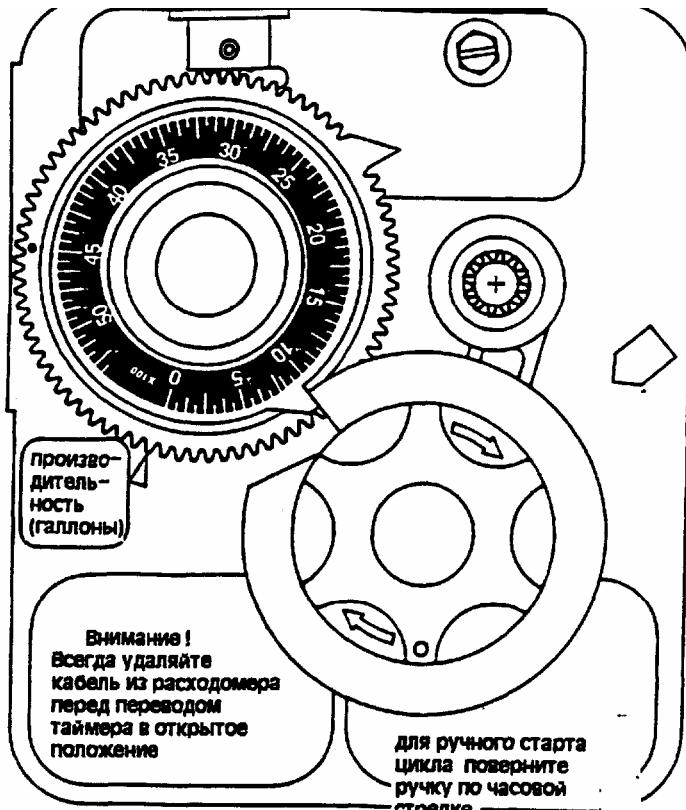

Рис. 3
14. Установите таймер технологического цикла в положение обратной промывки. Поверните ручку управления циклом (рис. 3) так, чтобы микропереключатель переместился в начало отсчета на программном колесе (рис. 4). В этом положении баки начнут переключаться (нижний поршень) и управляющая задвижка будет перемещаться в положение обратной промывки (верхний поршень). Вы должны дождаться прекращения перемещения верхнего и нижнего поршней, прежде чем продолжить перемещение таймера. Если перемещать таймер слишком быстро, управляющая задвижка не установится в рабочее положение (она не займет никакого определенного положения).